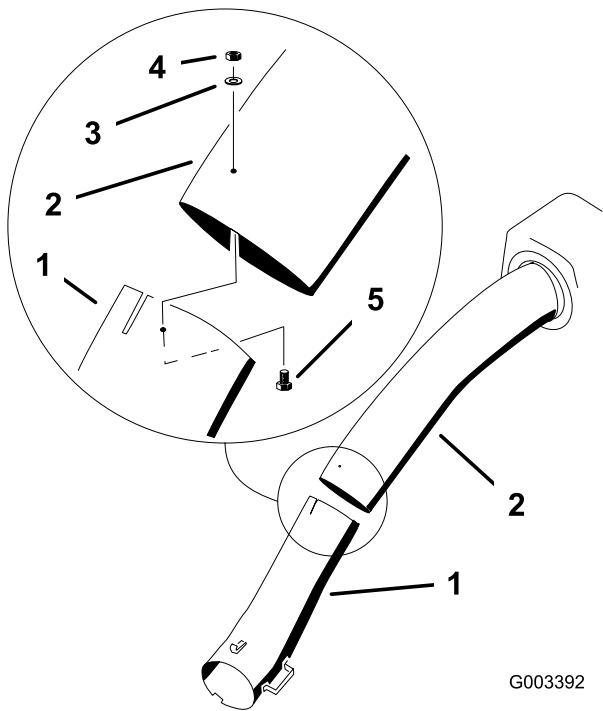

図 53
13. 上下のチューブを相互に接続する ボルト#10 x 3/4"3本、平ワッシャ、ロックナットを使用して **図 53** のように取り付ける。